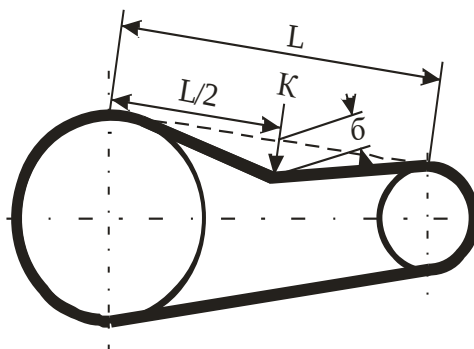

Рисунок 25 – Контроль натяжения приводных ремней
- определять прогиб ремня под действием известной силы. При усилии $K=15$ Н (рис. 25) прогиб **каждого** нового ремня «б» не должен превышать 3,6 мм. После первых 30 минут работы ремни надо подтянуть и повторить операцию через 2 часа работы. После усадки прогиб ремня величиной 3,6 мм должен происходить при силе прогиба 10 Н.